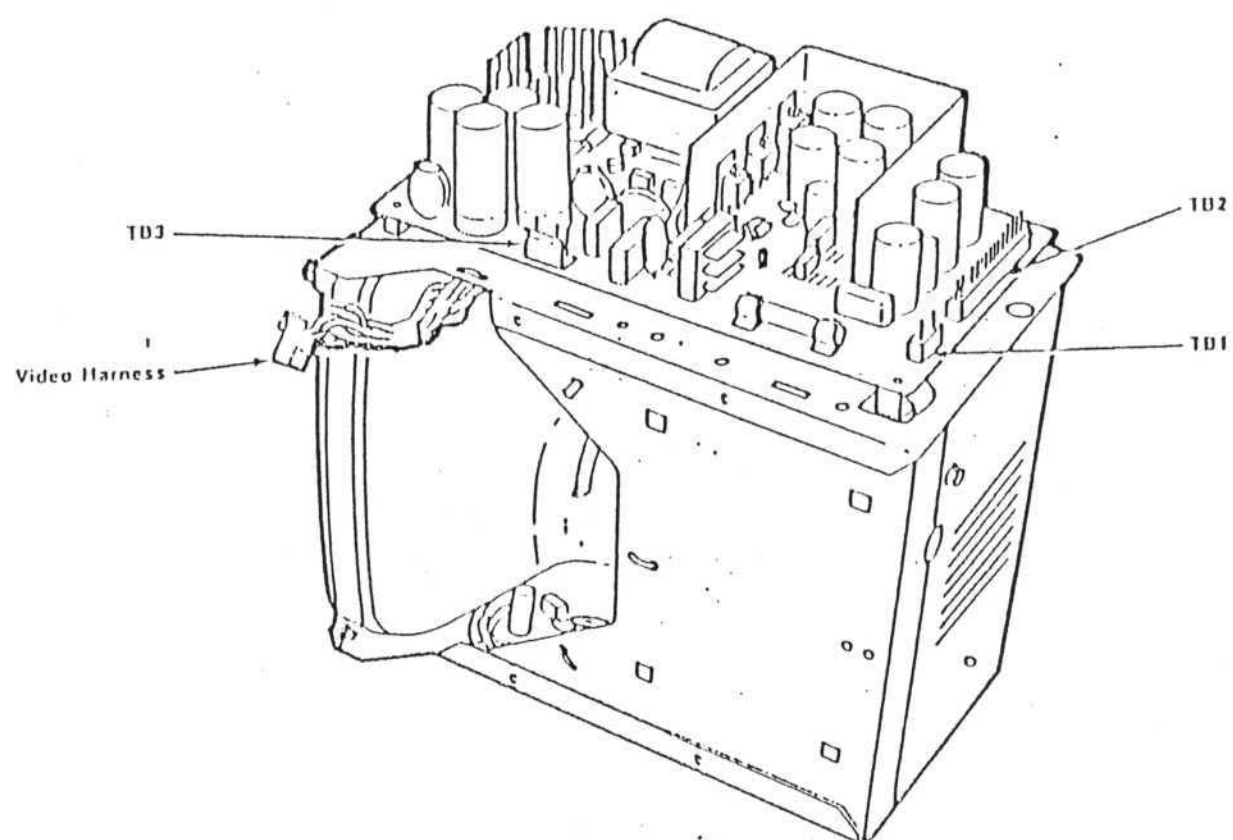

Bild 1
1. Netzteilplatine an Monitor befestigen (Bild 1).